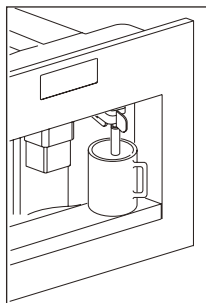

Fig. 12
- Posizionare poi una tazza sotto l'erogatore acqua calda (Fig. 12). Se l'erogatore acqua non è inserito, la macchina visualizza il messaggio “INSERIRE EROGATORE ACQUA” e quindi agganciarlo come indicato in figura 13. La macchina visualizza “ACQUA CALDA PREMERE OK”.